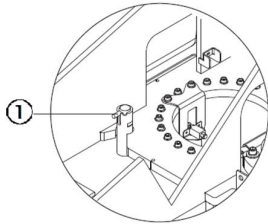

Figure 10-1 Goupille de verrouillage rotatif pour plateau rotatif
- 6) Assurez-vous que le plateau rotatif est sécurisé avec le verrou rotatif du plateau rotatif avant le transport, comme illustré à la Figure 10-1. Assurez-vous que le plateau rotatif est déverrouillé pendant le fonctionnement.
- 1) Le plateau rotatif doit être verrouillé avec une goupille de verrouillage rotatif chaque fois que la machine est transportée, comme le montre la Figure 10-1.